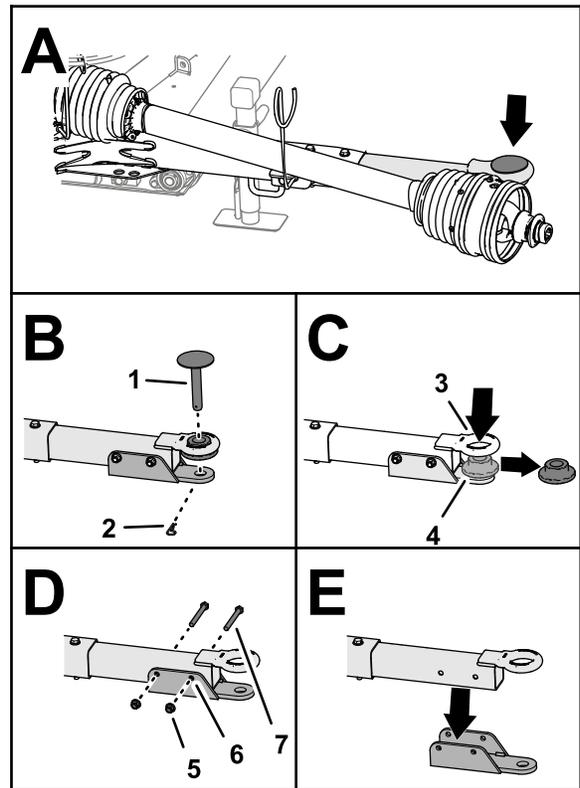

図 7
- ピントルのアイからフランジブッシュを外す 図 7。
- クレビスブラケットを牽引バーに固定しているフランジロックナット 2 個とキャップスクリュー 2 本を外し、クレビスブラケットを外す 図 7。
- ヒッチピンを牽引バーに固定しているヘアピンを外してヒッチピンを抜き取る 図 7。